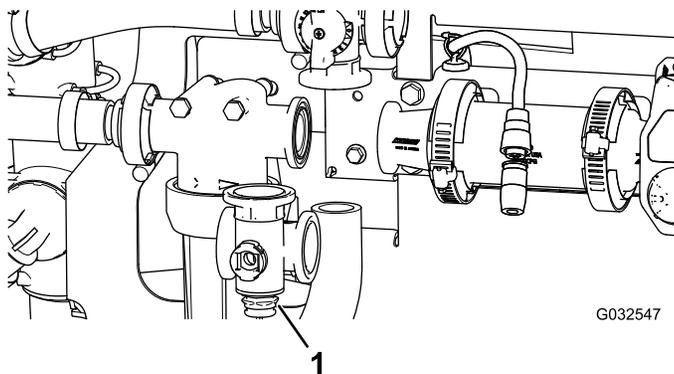

Figura 107
2. Retire el distribuidor de la válvula de agitación de la máquina (Figura 107).